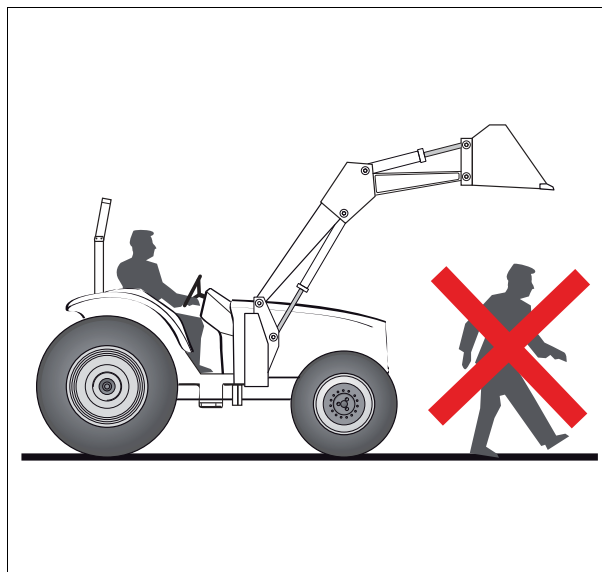

Рис. 2.
- Не позволяйте людям находиться или проходить перед навесным оборудованием, под ним или позади него **рис. 2**.